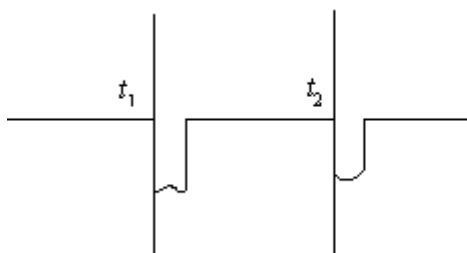
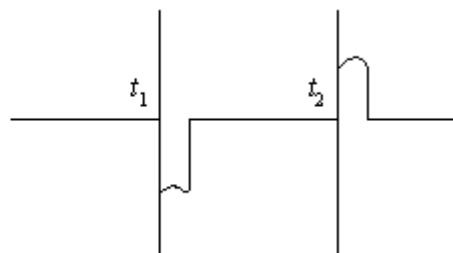

图 2.2 开路故障波形
图 2.3 短路低阻故障波形
8、按“采样”键，则屏幕显示出如图 2.2、图 2.3 所示波形：